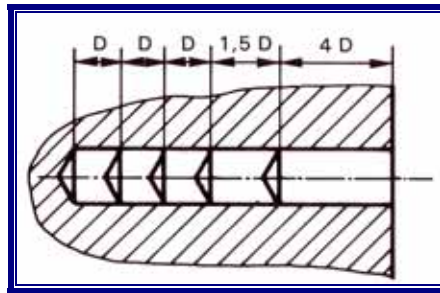

Figure 5
- Cycle de dégagement pour le perçage de l'acier (fig. 5).